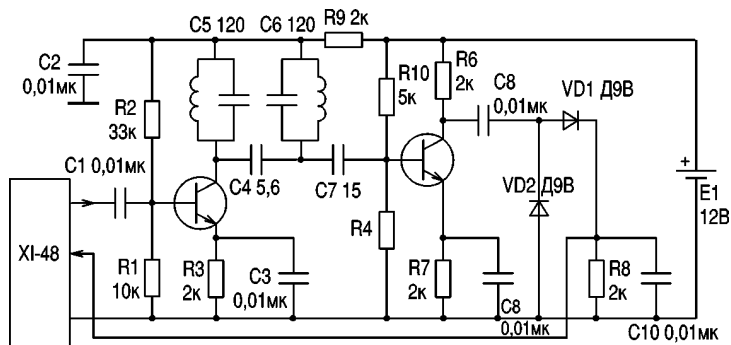
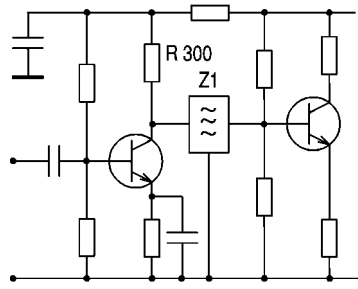
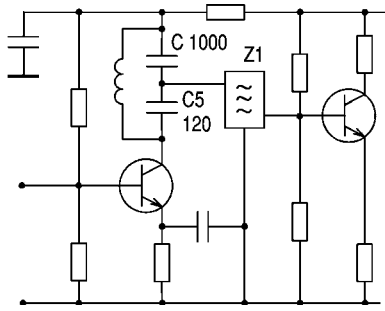

рис. 1
рис. 2
рис. 3
В первом случае испытан усилитель, выполненный по классической схеме с колебательными контурами (рис. 1, а). Колебания от измерителя частотных характеристик (ИЧХ) поступают на вход усилителя. Выход первого резонансного каскада нагружается реальным входным сопротивлением второго транзистора порядка 1кОм. Колебательные контуры с емкостной связью настроены на частоту 6,5МГц. Для повышения точности измерений выходное напряжение усилителя подается на вход ИЧХ не через его детекторную головку, а через стационарный детектор на диодах VD1, VD2. Измеренный общий коэффициент усиления составляет K1, а амплитудно-частотная характеристика (АЧХ) показана на рис. 1, б. Эквивалентное сопротивление колебательных контуров больше 10 кОм. Чтобы не
Для определения свойств электромеханического фильтра в качестве нагрузки первого транзистора включен электромеханический фильтр, используемый в усилителях сигналов промежуточной частоты звука телевизоров. Резонансная частота фильтра 6,5 МГц, входное и выходное сопротивления 1кОм. Сравнительно низкие сопротивления фильтра позволяют включать его без специальных мер согласования. В современных приемниках часто такое включение осуществляют по схеме на рис. 2, а. В этом случае АЧХ усилителя показана на рис. 2, б. Форма полученной АЧХ в большей степени приближается к форме прямоугольника чем АЧХ, изображенная на рис. 1, б. А чем лучше коэффициент прямоугольности АЧХ, тем лучше избирательность усилителя. К сожалению, в реальных усилителях с большим коэффициентом усиления такое свойство трудно реализуется. В них усиливаемый сигнал от каскада к каскаду передается не только через фильтр, но и через паразитные межкаскадные связи.
При этом с увеличением части сигнала, проходящего через паразитные связи, ухудшается избирательность. Кроме того, за счет паразитных связей искажается форма АЧХ в обеих схемах (рис. 1, а и 2, а) и ухудшается устойчивость усилителей. Устранить полностью паразитные связи практически невозможно. Поэтому сравнивать фильтры на колебательных контурах с электромеханическими по обеспечению реальной избирательности особого смысла нет. Другое дело с коэффициентами усиления. Если входное сопротивление электромеханического фильтра значительно меньше эквивалентного сопротивления контуров, то, как следует из выражения (1), коэффициент усиления с электромеханичес-
ким фильтром должен быть меньше чем с контурами. Проведенные измерения подтверждают это. Измеренный коэффициент усиления с электромеханическим фильтром в 5...8 раз меньше, чем в усилителе с контурами по схеме (рис.1,а). Такую потерю усиления можно компенсировать увеличением усиления в последующих каскадах. Но при этом неизбежны отрицательные последствия за счет паразитных связей.
Чтобы повысить коэффициент передачи, часто в практических схемах вместо резистора нагрузки (рис.2,а) включают колебательный контур, а на электро-механический фильтр сигнал подают с части контура (рис.3,а). Такая мера позволяет повысить коэффициент усиления из-за различия коэффициентов трансформации напряжений и сопротивлений. Для трансформируемых напряжений  $K=U_K/U_\Phi$ , а для сопротивлений  $K=(R_K/R_\Phi)^{0,5}$ . Для такого случая измеренный коэффициент усиления примерно равен  $K1$ , а АЧХ приобретает форму рис.3,б.